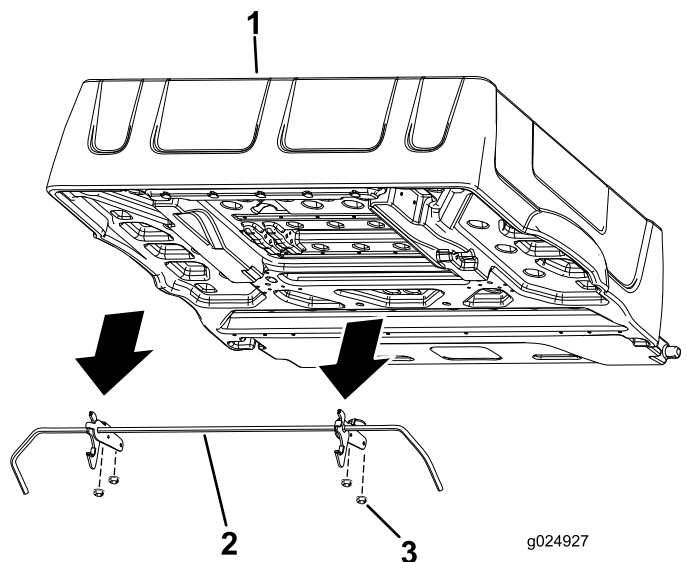

Figura 3
6. Retire as quatro porcas flangeadas que prendem os suportes da barra do trinco ao lado inferior da plataforma (Figura 3).